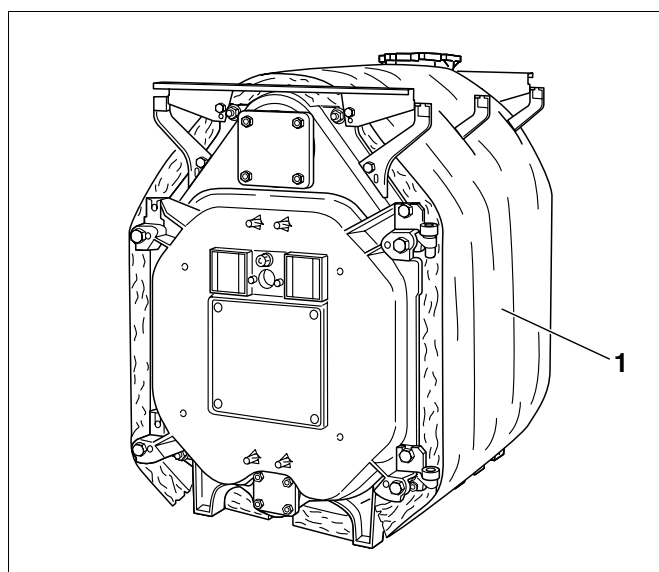

Рис. 41 Блок котла с теплоизоляцией
- Поставляемые теплоизоляционные элементы (рис. 41, поз. 1) соответствуют типоразмеру котла. Расположить теплоизоляционные элементы на котловом блоке так, как изображено на рисунке 42 (цифры над развернутой теплоизоляцией соответствуют количеству секций котла).